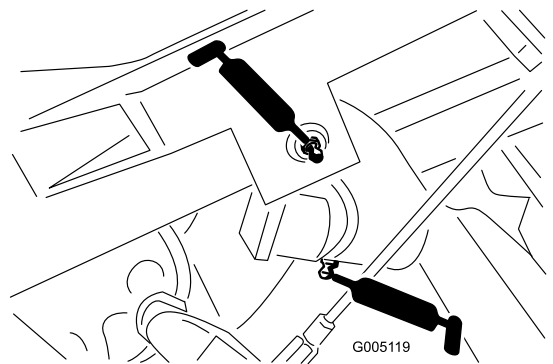

Figura 37
- Perno del braccio di sollevamento (3) e cerniera di articolazione (3) (Figura 37)